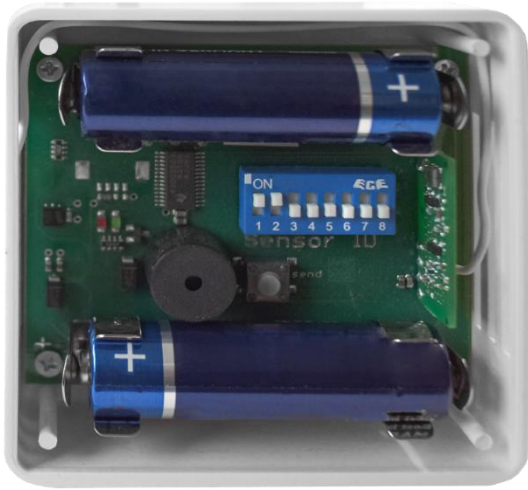

Fig. 3.4.2: De batterijen plaatsen
2. Plaats de 1,5 V AA-batterijen zoals afgebeeld (Fig. 3.4.2). De plus- en minpool zijn zowel op de printplaat als op de batterij gemarkeerd. De batterijen zijn correct geplaatst als deze markeringen overeenkomen.